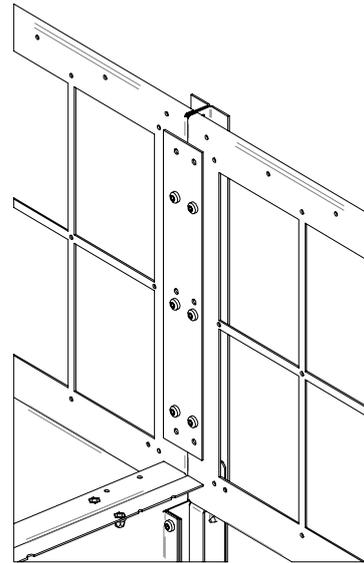

Figura 45. Viti del profilo di giunzione superiore
- b) Avvitare assieme il profilo di giunzione e le piastre delle unità (con 6 viti Torx M6x12) in modo che siano perfettamente serrate. Inserire un bullone (a testa tonda con quadro sottotesta M8x20) con un dado (esagonale con flangia M8) (figura 45) per serrare le unità e il profilo di giunzione.